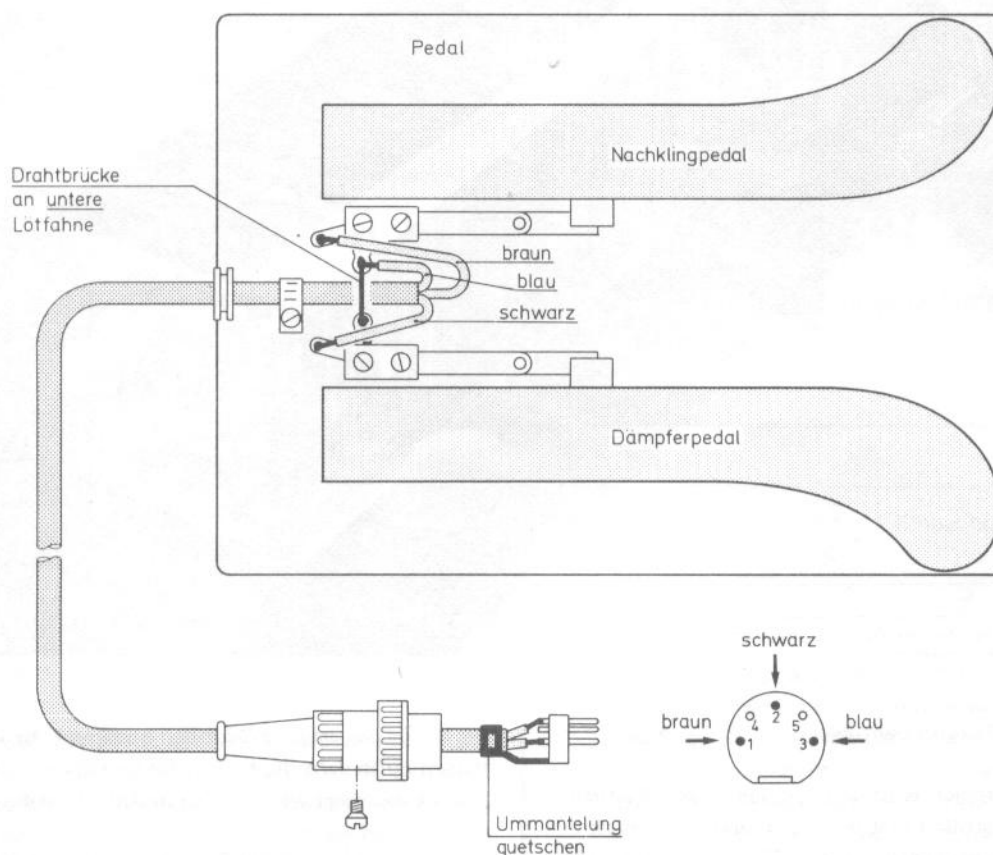

Abb. 14 Anschluß des Pedals
- f) Als letzte Arbeit im Bereich Bedienungselemente machen Sie das Pedal (Baupaket 3) anschlussfertig. Lösen Sie die vier seitlichen Schrauben an der Pedalabdeckhaube, entfernen Sie die Haube, und löten Sie das dreiadrige Kabel nach Abb. 14 am Pedal an. Befestigen Sie die Haube wieder, und schließen Sie am anderen Kabelende den Diodenstecker an.